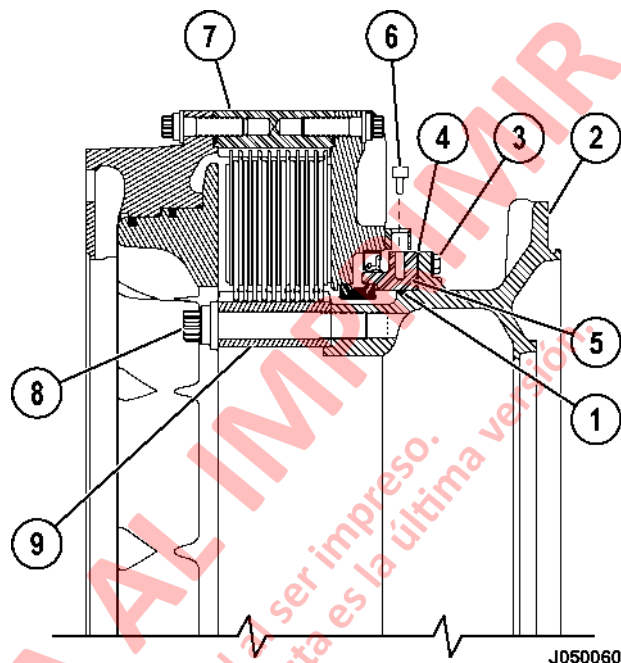

FIGURA 5-11. FRENO TRASERO,
23. Instale O-ring nuevo (1, figura 5-11) en la ranura de la caja.
25. Inserte las siguientes laines (4) entre el cubo de flange y portador de sello (5) en cada par de pernos (seis lugares):
28. Apriete los pernos (3, Figura 5-11) a **122 N.m (90 ft. lbs.)**.
29. Monte los pernos y golillas endurecidas (8). Será necesario sacar las barras de embarque del engranaje interno para acceder a algunos pernos. Apriete los pernos en forma alternada a **2705 N.m (1995 ft. lbs.)**. Cambie las barras de embarque .